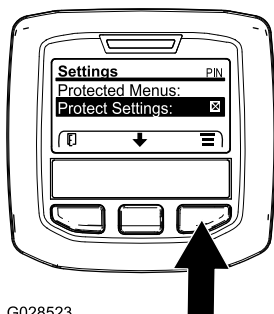

Figura 26
1. Dal MENU PRINCIPALE, premete il pulsante centrale per scorrere fino al MENU IMPOSTAZIONI, poi premete il pulsante destro (Figura 26).